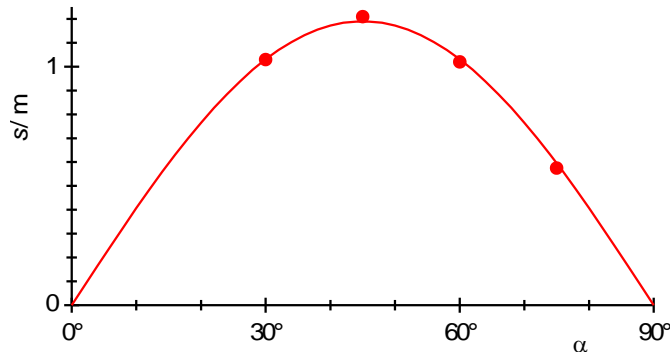

Fig. 4 : Portée du jet en fonction de l'angle de jet
La figure 4 illustre sous forme graphique la dépendance de la portée du jet  $s$  de l'angle de jet  $\alpha$  en s'appuyant sur les valeurs mesurées du tableau 1. La courbe tracée, passant par les points de mesure, a été calculée pour  $v_0 = 3,42$  m/s selon (9).